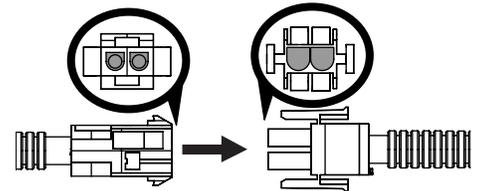

Figura 2-3
7. Conecte el mazo de cables del faro/cableado de 12 V al arnés principal. Asegúrese de que los conectores en D se alineen correctamente. Consulte la Figura 2-3.